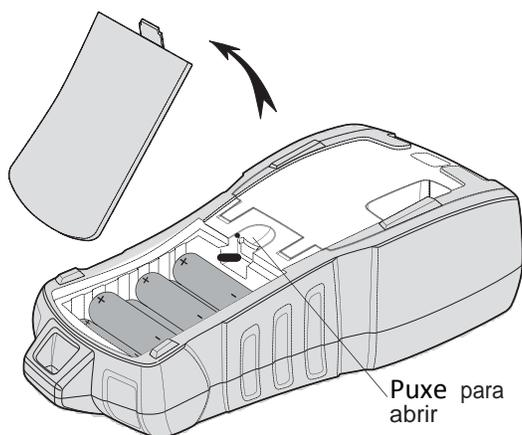

Figura 4
1. Puxe a parte de trás da impressora para retirar a tampa do compartimento das pilhas. Ver Figura 4.
2. Insira as pilhas no respectivo compartimento. Ver Figura 4.